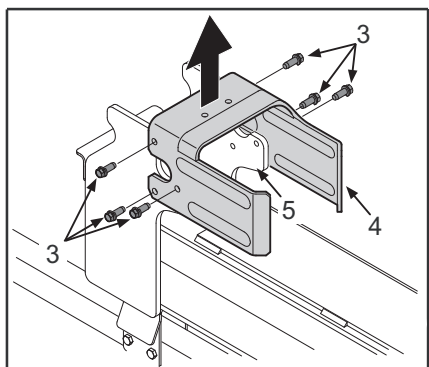
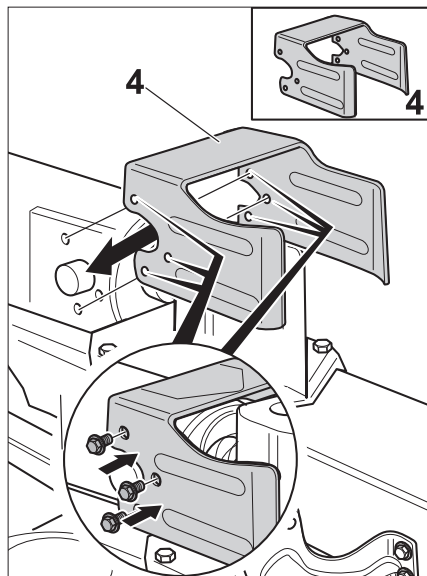

Figure 7
Figure 9a
- Détachez le racloir (4) du chevalet support (5) soudé ; pour ce faire, retirez les six vis (3) et les rondelles intercalaires (4) (Figure 7).
- Montez à nouveau le racloir (4) au-dessus du sous-ensemble à coin et vissez-le à fond, à l'aide de la quincaillerie préalablement enlevée (voir la figure 7), contre le chevalet support soudé. Voir la figure 9a.